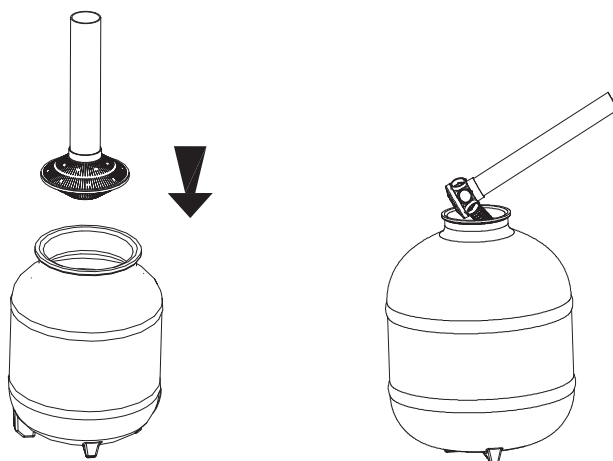

Abbildung 3 + 4 / Illustration 3 + 4
- Füllen Sie den Filterquarzsand bis zu einer Füllhöhe von ca.  $\frac{3}{4}$  der Kesselhöhe ein. (Abbildung 3)